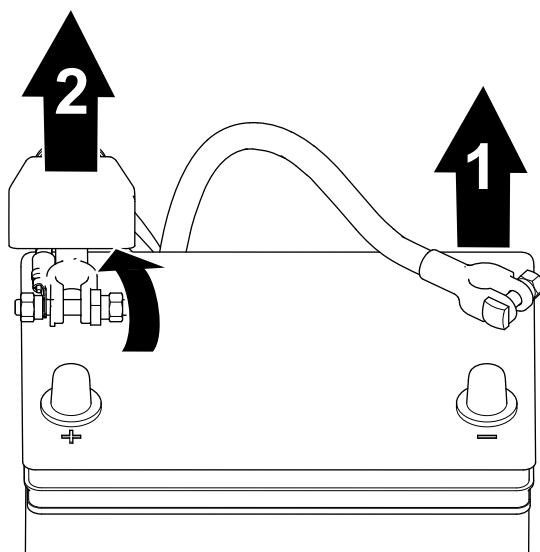

Figura 38
2. Deconectați cablul negativ al bateriei de la borna bateriei (Figura 38).
3. Ridicați izolatorul și îndepărtați cablul pozitiv al bateriei de la borna acesteia (Figura 38).